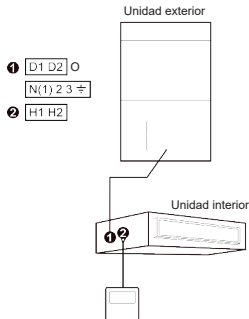

Figura 5.4 :Un controlador por cable controla una unidad interior.
- (3) Solo los métodos de cableado de la figura 5.4 se pueden adoptar para el controlador por cable que conecta la unidad de tipo de conducto grande o la unidad refrigerada por aire, es decir, un controlador por cable puede controlar solo una unidad interior, no puede controlar varias unidades interiores de diferentes sistemas.
- (4) Cuando un controlador por cable controla varias unidades interiores al mismo tiempo, el controlador por cable se puede conectar a cualquier unidad interior siempre que pertenezcan a la misma serie. El total de unidades interiores controladas por el controlador por cable no puede superar las 16 unidades, y todas las unidades interiores conectadas deben estar en la misma red. El controlador por cable debe establecer la cantidad de unidades interiores de control del grupo. Véase el punto 5.2.2, "Ajuste de parámetros".
- (5) El terminal del controlador por cable no está polarizado y no se puede conectar a un sistema eléctrico intenso.